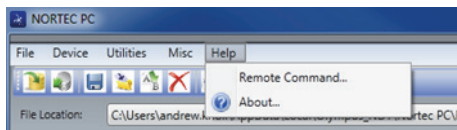

図 6-16 リモートコマンドの選択
- ◆ Help (ヘルプ) メニューで、Remote Command (リモートコマンド) を選択します (318 ページの図 6-16 を参照)。